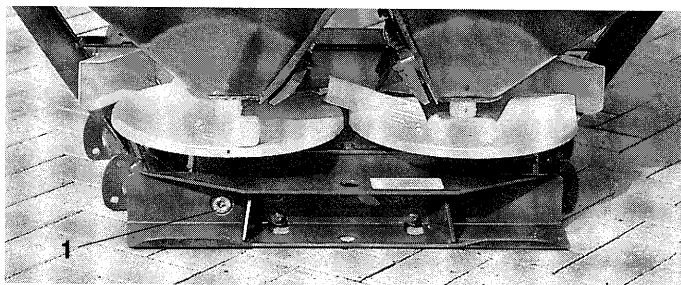

Fig. 9.3
5. De aandrijfkast is onder normale gebruiks omstandigheden onderhoudsvrij. De aandrijfkast is aan de werkkant met voldoende cardan olie uitgeleverd. **De olie stand moet aan „Olie standsoog“ (fig.9.3/1) zichtbaar zijn.** Navullen van olie is dan niet nodig. Lekkages van b.v. verse olie op het wegzetvlak of aan de machine delen en/of luide geruis ontwikkeling duiden echter op een olie ondichtheid van de aandrijfkast. De oorzaak opzoeken, verhelpen en olie bijvullen.